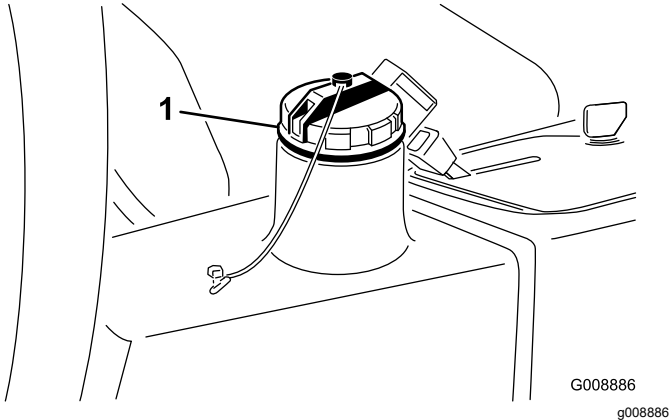

Figure 81
4. Versez environ 13,2 litres de liquide hydraulique dans le réservoir (Figure 81) ; voir Contrôle du système hydraulique (page 26).